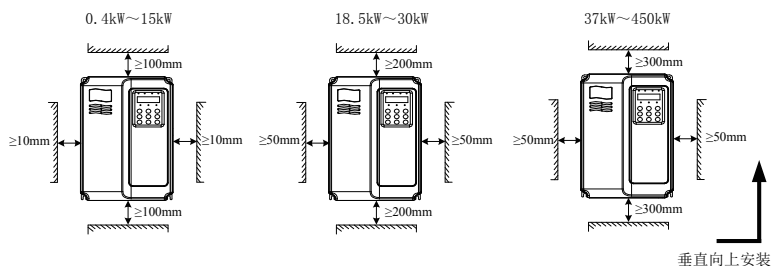

图 3-1 MD280 变频器安装空间要求
- 1) 安装空间要求如图 3-1 所示，需保证变频器有足够的散热空间。预留空间时请考虑柜内其它器件的散热情况；